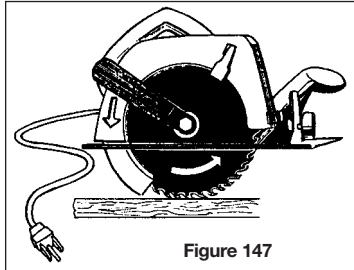

Figure 147
2. Posez la lame de la scie sur une pièce de bois de rebut et appuyez jusqu'à ce que les dents s'enfoncent dans le bois (figure 147). Cela empêchera la lame de tourner lors du desserrage ou du serrage de l'écrou de blocage. Certains appareils sont dotés d'un mécanisme de verrouillage.